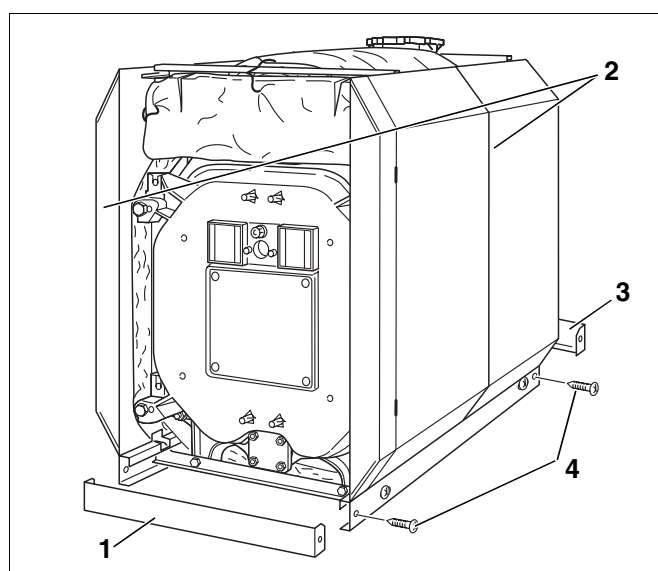

Abb. 51 Sockelschienen montieren
- Sind die Seitenwände (Abb. 51, **Pos. 2**) in der Senkrechten ausgerichtet, so müssen die Blechschrauben der Sockelschiene (Abb. 51, **Pos. 4**) festgezogen werden.
- Die quer verlaufenden Sockelschienen (Abb. 51, **Pos. 1** und **3**) von vorne und hinten in die längs verlaufenden Sockelschienen schieben. Die Abkantung am Querblech muss jeweils unten sein und zum Kessel zeigen (Abb. 51).